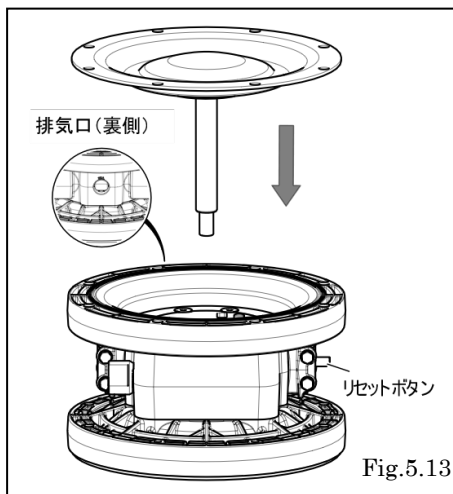

Fig.5.13
- ・センターロッドおよびスロットベアリングの内側にグリースを塗布し、センターロッドを本体に挿入する。[Fig.5.13]